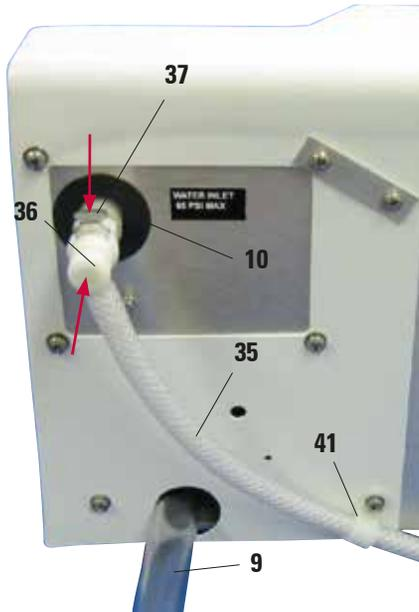

Fig. 21
- Colocar el tubo de desagüe (9) en un depósito de recogida adecuado o en una pila de desagüe asegurándose de que el tubo no se doble y que el agua pueda fluir correctamente hacia abajo.
- A continuación, conectar el suministro de agua de enjuague (35) al equipo de tinción.
- Para ello, presionar el racor de conexión (36) en el alojamiento (10) del equipo hasta que quede encajado. Para soltar el tubo, presionar el dispositivo de separación (37) y retirar el racor.
- Asegurar el tubo a la unidad con la abrazadera (37) en la ubicación que se muestra en la fig. 21.